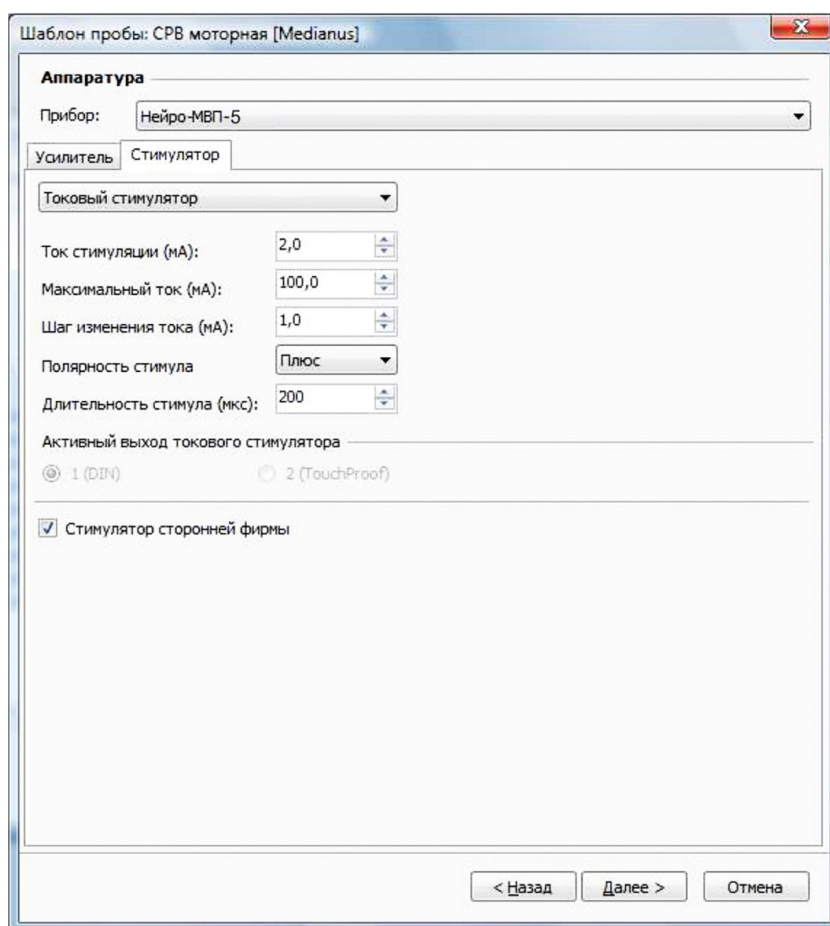

Рис. 25. Окно запуска регистрации от внешнего стимулятора
3. Запустите программу «Нейро-МВП.NET», выполните команду меню **Настройка|Шаблоны проб|Настройка**, выберите необходимый шаблон пробы, нажмите кнопку «Изменить» и на странице «Аппаратура|Стимулятор» установите флажок «Стимулятор сторонней фирмы» (рис. 25). Этот шаг достаточно выполнить один раз для каждого шаблона, где планируется использовать внешний стимулятор. Если вы не желаете менять шаблон, то следует создать пробу и сделать аналогичные настройки в ней.
Обратите внимание, что флажок «Стимулятор сторонней фирмы» (рис. 25) должен быть сброшен (очищен)!